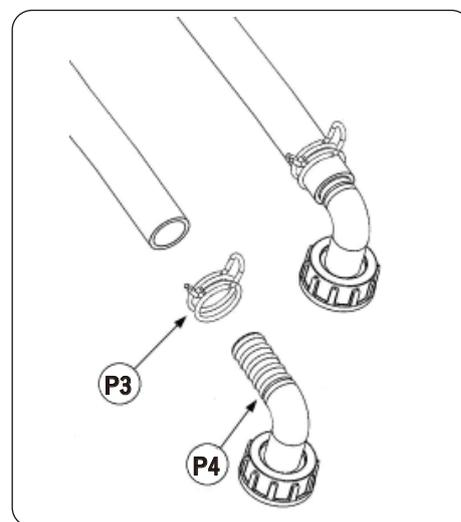

図 4
- 8) ホース固定用クリップ (図 4 の P3) にホースを通しておきます。
- 9) そのホースに継手 (図 4 の P4) を取り付け、継手の所をホース固定用クリップで固定します。